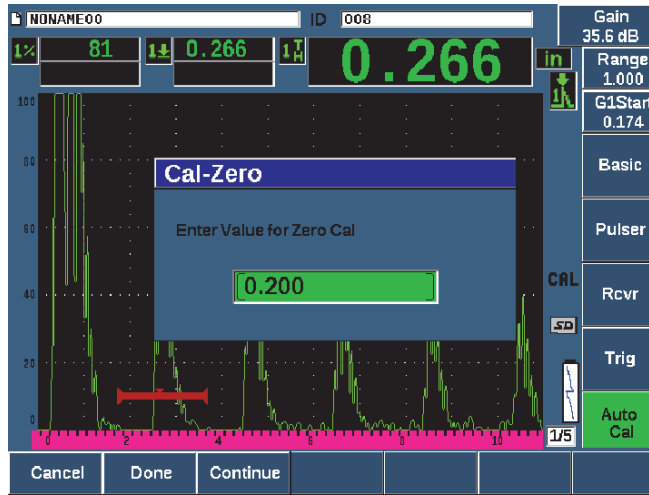

Figure 3-14 Valeur Cal-Zero
7. Réglez la valeur affichée selon l'épaisseur appropriée. Dans cet exemple, la sonde est placée sur un gradin de 5 mm (voir la Figure 3-14 à la page 77).